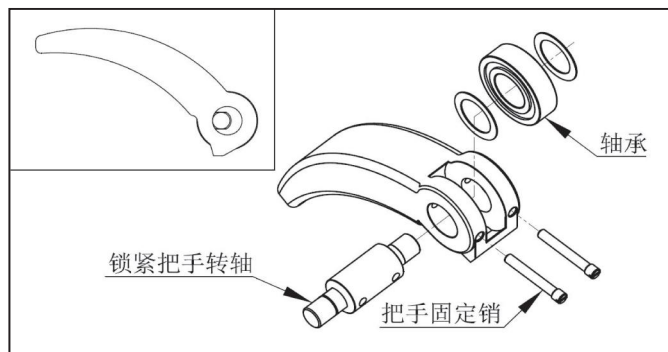

图 9-9
(9) 使用一字螺丝刀拆下两个把手固定销，拉出锁紧把手转轴，取出轴承，如图 9-9。